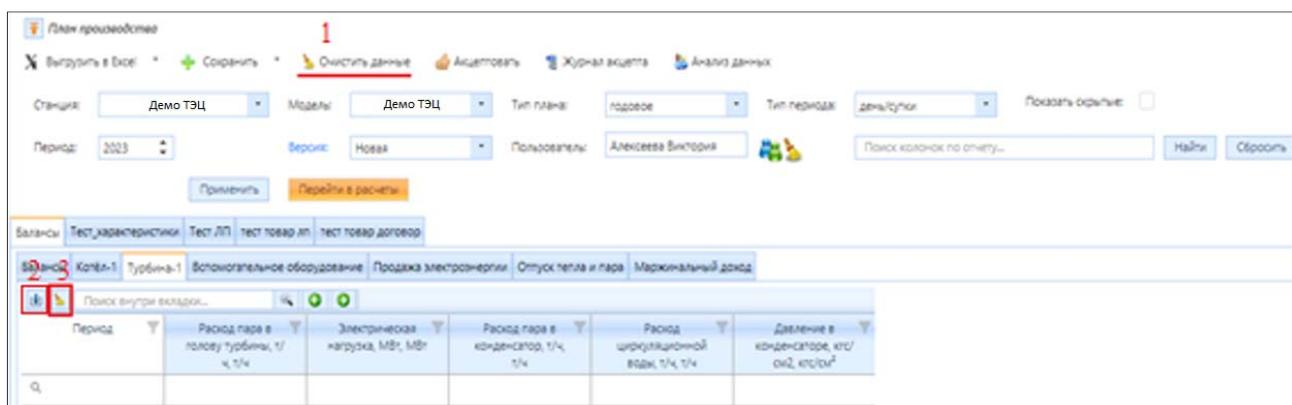

Рисунок 3.5.18 – Кнопка «Сброс всех фильтров и сортировок на активной вкладке» в плане производства
Кнопка (1) «Очистить данные» (рис. 3.5.18) позволяет стереть все данные отчета. Если пользователя не устраивают настройки одной конкретной вкладки, он может стереть их при помощи кнопки (3) над шапкой сформированной таблицы (рис. 3.5.18).
Кнопка (2) «Выгрузить в Excel» (рис. 3.5.18) позволяет выгрузить активную вкладку в Excel.
ввода, нажмите кнопку «Перейти в расчеты» (рис. 3.5.18), внесите требуемые изменения и перезапустите расчет. Его результаты появятся в подразделе «План производства».